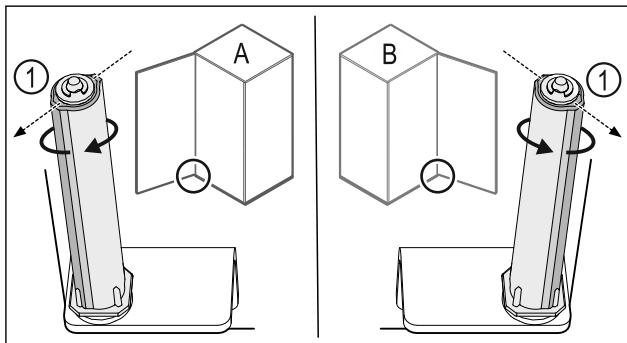

Fig. 39 Hapja majtas (A) / Hapja djathtas (B)
- Rotulloni sistemin e mbylljes kundër rezistencës, derisa shufra e sistemit të mbylljes Fig. 39 (1) të jetë drejtuar nga jashtë.